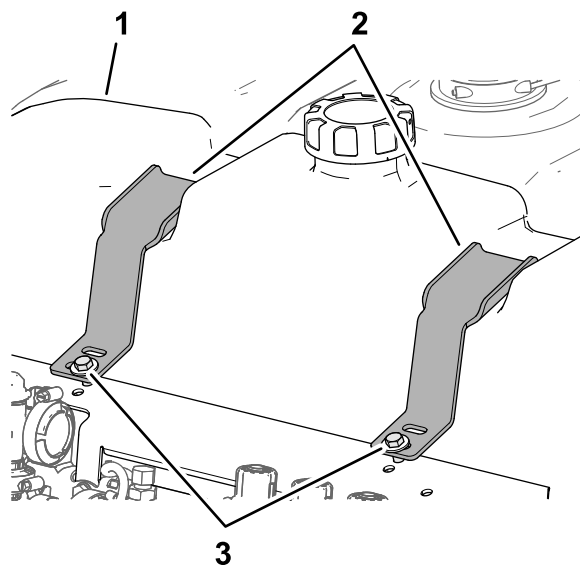

Figure 43
1. Remplissez le réservoir de rinçage d'eau propre (Figure 43).
2. Vérifiez le jeu entre les dispositifs de maintien et le réservoir de rinçage (Figure 43).
3. Si vous constatez un jeu, serrez les boulons et les contre-écrous à embase jusqu'à ce que les dispositifs de maintien soit parfaitement appuyés contre le réservoir de rinçage (Figure 43).